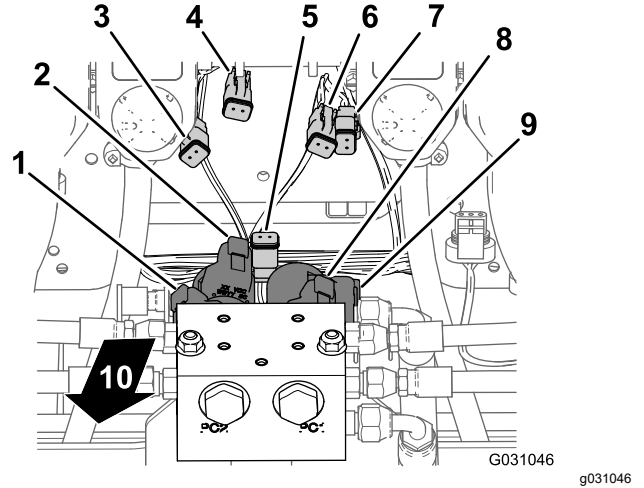

**Figure 103**
6. Branchez le connecteur à 3 broches du faisceau de la vanne d'agitation au connecteur à 3 douilles de la branche de 203 cm (80 po) du faisceau étiqueté **Agitation Valve** (Figure 103).